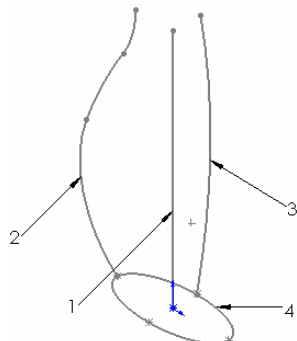

图 5-165 设置视图方向后的图形
⑨ 设置视图方向。单击“标准视图”工具栏中的“等轴测”图标，将视图以等轴测方向显示，结果如图 5-165 所示。
“特征”工具栏中的“扫描”图标按钮，此时系统弹出如图 5-166 所示的“扫描”属性管理器。在“轮廓”一栏中，用鼠标选择图 5-165 中的草图 4；在“路径”一栏中，用鼠标选择图 5-165 中的草图 1；在“引导线”一栏中，用鼠标选择图 5-165 中的草图 2 和草图 3；勾选“合并平滑的面”选项。单击属性管理器中的“确定”图标按钮，完成实体扫描，结果如图 5-167 所示。